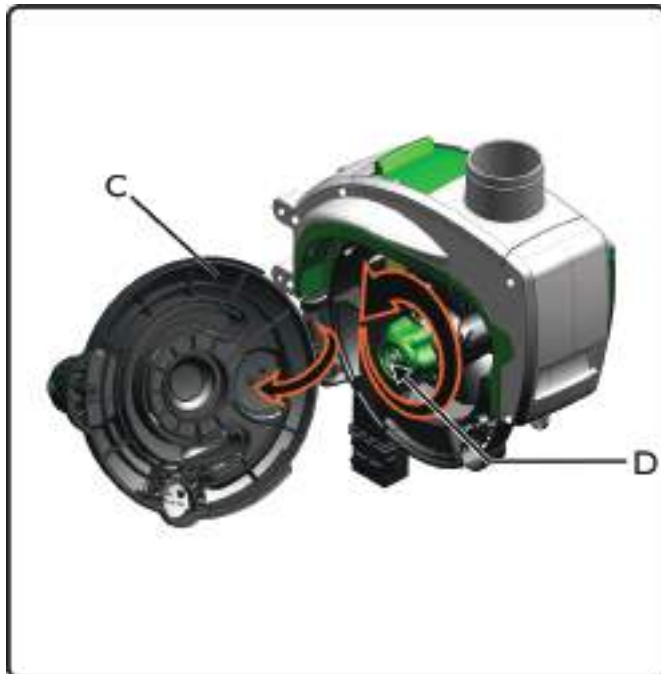

fig. 96
- 2- Com a tampa lateral (C) aberta, gire a trava (D) para soltar o kit de culturas (fig. 96).